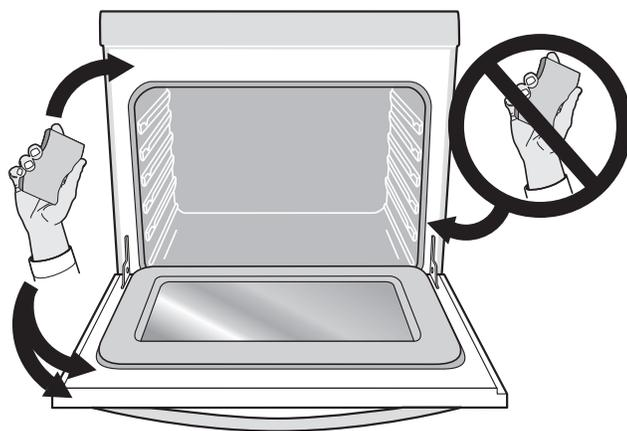

Figure 32 : Zone de la porte du four qu'il faut nettoyer et ne pas nettoyer (joint)
- Ne nettoyez pas le joint de la porte du four (Figure 32). Le joint tissé est essentiel à la bonne étanchéité du four. Prenez soin de ne pas frotter, endommager ou retirer le joint. N'utilisez aucun produit de nettoyage sur le joint de la porte. Cela pourrait endommager le joint de la porte.
- Nettoyez toute saleté sur le cadre du four, le revêtement de la porte autour du joint et la petite surface située au centre, devant, sur la sole du four (Figure 32). Ces zones chauffent suffisamment pour que la saleté y brûle. Nettoyez-les avec de l'eau savonneuse avant de lancer l'autonettoyage.